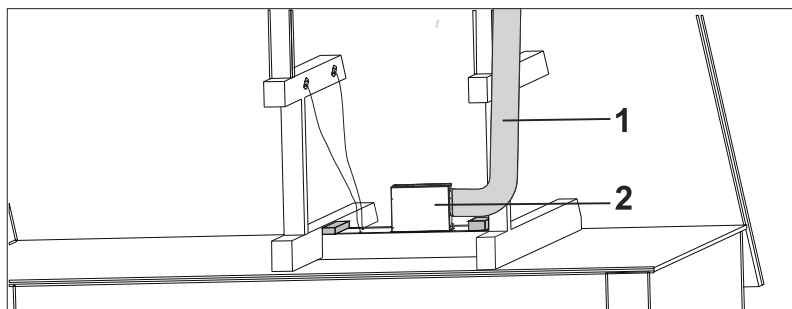

Fig. 25
10. ➤ Tilslut den ene ende af aftrækskanalen på aftræksstuden oven på emhætten og den anden ende til taghætten (læs punkt 2 under afsnittet: Larm & Støj (fra motor)* for gode råd) (Fig. 25).